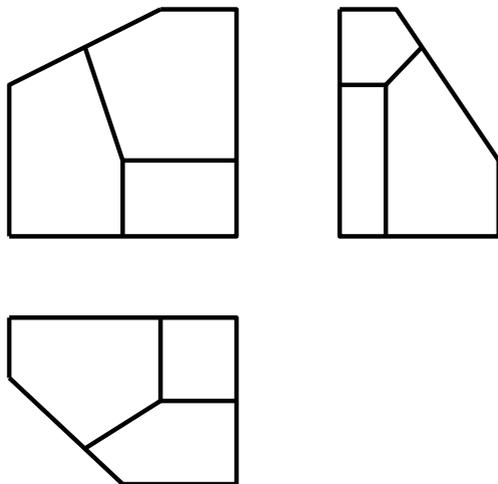

Рисунок 32
- По данным проекциям представить форму предмета (рисунок 32).